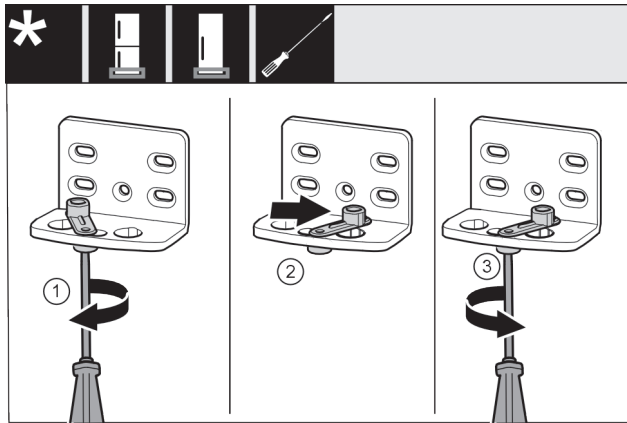

Fig. 19 *
- Lazán tekerje be a csavart Fig. 19 (1) csavarhúzóval.*
- Emelje meg az ajtó záródását segítő egységet Fig. 19 (2), és 90°-kal jobbra forgatva tekerje be a furatba.*
- Húzza meg a csavart Fig. 19 (3) csavarhúzóval.*